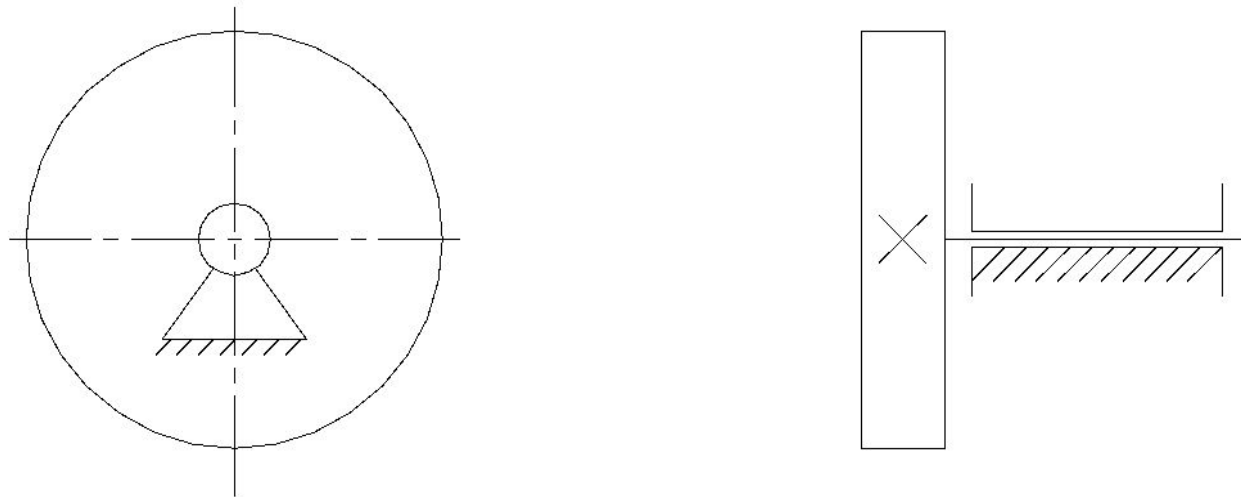

Рис. 1.7. Зубчатое колесо
**Зубчатое колесо** – звено механизма, имеющее замкнутую систему зубьев, обеспечивающее непрерывное движение другого зубчатого звена (рис. 1.7). Под зубом понимают выступ на звене для передачи движения посредством взаимодействия с соответствующими выступами другого звена.